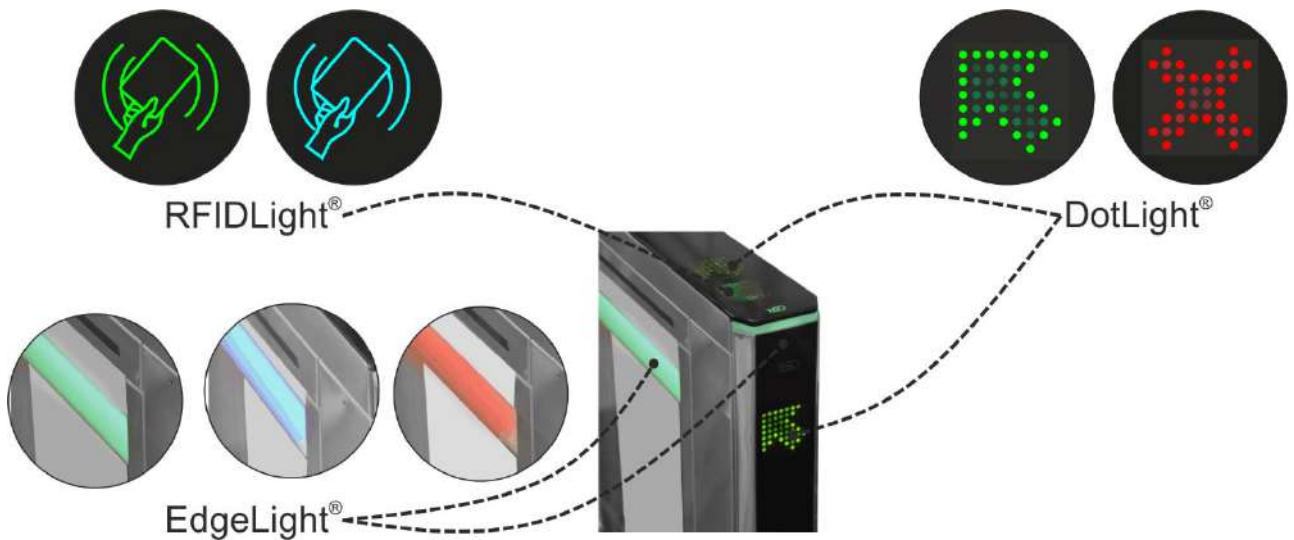

Рис.6 – Відображення світлової індикації статусу турнікету
Статус турнікету відображає плата індикації (3) DotLights, вмонтована в каркас тумби. Синя індикація, що постійно світиться (Рис.6) означає вихідний стан турнікета. При спробі несанкціонованого проходу, червона індикація починає блимати, вмикається звуковий сигнал. При надходженні команди «відкритися», індикація змінюється на зелену з боку дозволеного проходу. Якщо спроба несанкціонованого проходу відбувається при відкритих поворотних стулках (10), то стулки закриваються, якщо в зоні повороту стулок немає перешкод.